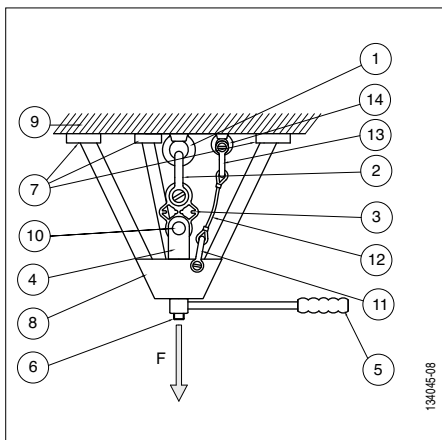
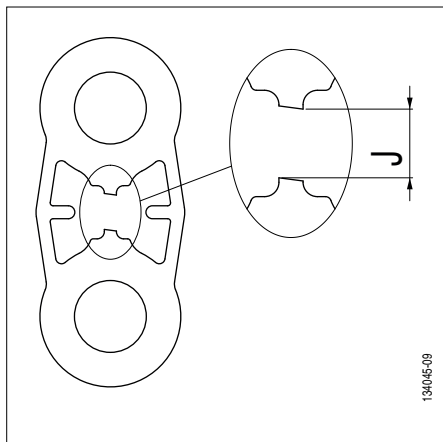

Abb. 6
Abb. 7
- 1 manuell betätigtes Belastungsgerät vom Typ Dreibaum (siehe Abb. 6, Kapitel 4.2, Seite 23),
- 1 Sicherheitsvorrichtung für das Halten der Belastungsvorrichtung bei einem Bruch des zu testenden Anschlagpunkts mit folgenden Bestandteilen (siehe Abb. 6, Seite 23):
- 1 Sicherheitsstropp geeigneter Länge (siehe Abb. 6, Kapitel 4.2 und 4.3, Seite 23),
GEFAHR: Um einen Anschlagnpunkt mit einer Testplatte TA zu testen muss der Bediener unbedingt eine manuell betätigte Belastungsvorrichtung vom Typ Dreibaum benutzen, die speziell konzipiert und ausgelegt wurde, um für die risikofreie Zugbelastung des zu testenden Anschlagnpunkts (Abb. 6, Seite 23) verwendet werden zu können, oder eine andere Vorrichtung für die Zugbelastung der Testplatte TA, die speziell konzipiert und ausgelegt wurde, um in aller Sicherheit eingesetzt werden zu können.
Alle unten beschriebenen Prüfungen vor der Installation beziehen sich auf Abb. 6.
Das gesamte unten beschriebene Verfahren bezieht sich auf Abb. 6.
GEFAHR: Das maximale Spiel 'J' (Abb. 7, Spiel J) darf 15 mm nicht überschreiten.
- 1) Die Last allmählich erhöhen, indem die Belastungsvorrichtung (Abb. 6, Seite 23, Position 8) betätigt wird. Der Bediener muss die Platte unbedingt ständig beobachten, um die Belastung unmittelbar nach dem Bruch der Sollbruchstelle 'S' der Platte (Abb. 7) stoppen zu können.
- 2) Beim Bruch der Sollbruchstelle 'S' der Testplatte TA (Abb. 7) muss der Bediener sofort die Betätigung der Belastungsvorrichtung stoppen, da sonst die Gefahr besteht, dass die Platte vollständig bricht.
Das gesamte unten beschriebene Verfahren bezieht sich auf Abb. 6, Seite 23.
8. Fortsetzen der Zugbelastung der Testplatte TA nach dem Bruch der Sollbruchstelle 'S' (siehe Kapitel 5.2, Abb. 7, Seite 24).